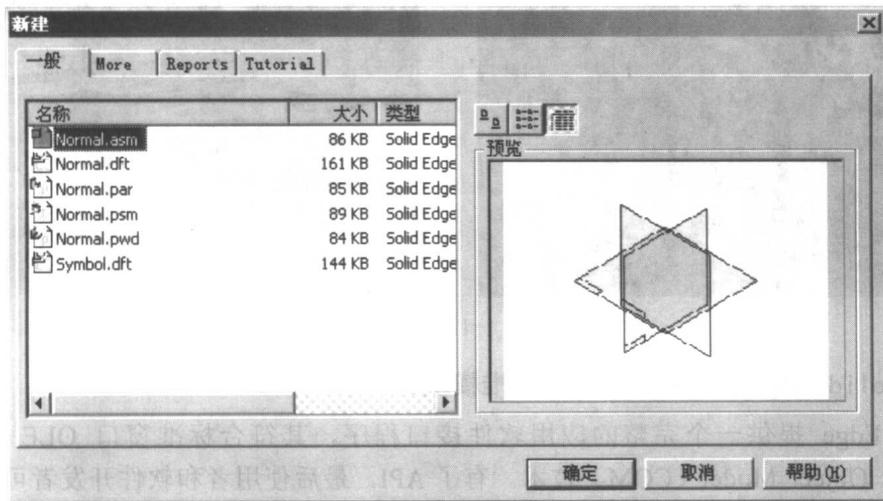

图 1-13 【新建】对话框
- (1) 单击模块中常用工具条上的新建按钮 ，弹出如图 1-13 所示的【新建】对话框。